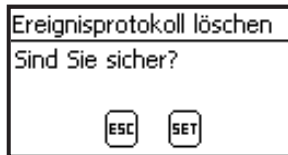

Abb. 17 Dialog Ereignisprotokoll löschen
1. „SET“ drücken. Abb. 17 erscheint.